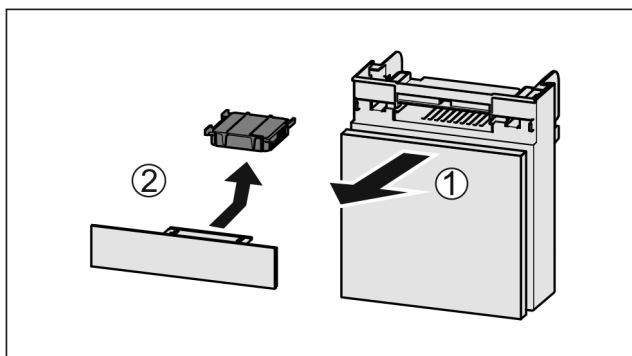

Fig. 172
- ▶ Zásuvku vytáhněte dopředu Fig. 172 (1).
- ▶ Filtr s aktivním uhlím vyjměte Fig. 172 (2).